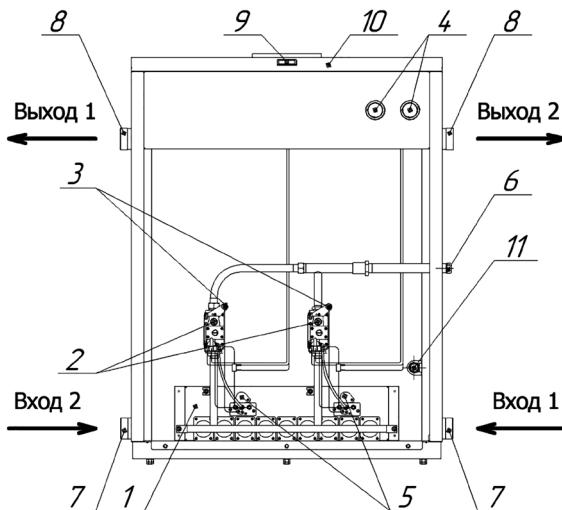

Рис. 1.2.
*— Подключение отопительной воды следует производить только диагонально согласно рис. 1.2.